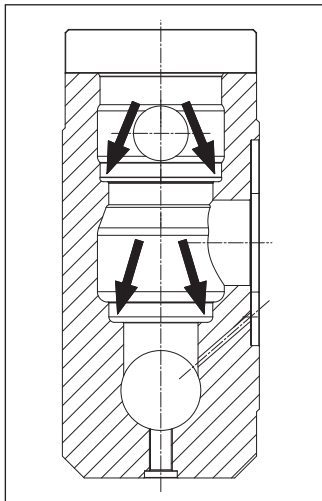

Fig. 175
**Antes de reposicionar os grupos da válvula, limpe e enxugue perfeitamente as relativas ranhuras no cabeçote, indicadas pela seta (Fig. 175).**